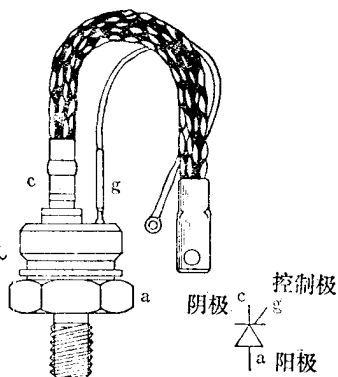

图 2—3
(2) 单结晶体管 UJT。型号 BT33。分压比  $\eta = 0.6$  左右。同样可用万用表  $\times 100$  欧姆挡测量正常时  $e-b_1$  的正向电阻比  $e-b_2$  的正向电阻大，而  $b_1-b_2$  之间正、反向电阻一样，如图 2—4 (a) 所示。BT33 的电极见图 2—4 (b)。
(3) 二极管  $D_1 \sim D_4$ 。2CP23。用万用表  $\times 1$  千欧姆挡测量，正向电阻应不大于 5 千欧姆，反向电阻不小于 1000 千